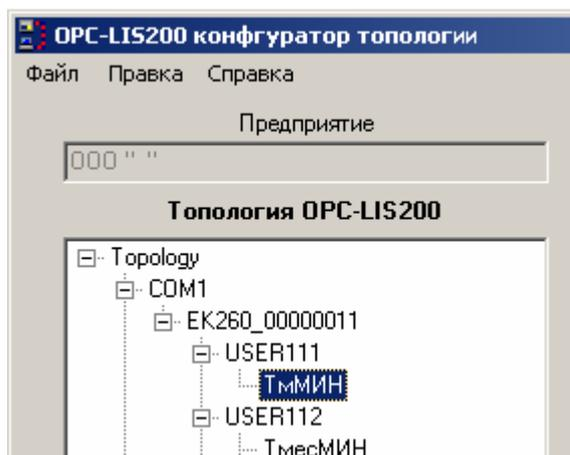

Рисунок 33
- Узел “Параметр” – объект, содержащий конфигурацию (информацию о параметре, доступном в электронном корректоре) параметра. На рис. 33 представлен фрагмент окна конфигуратора с выделенным узлом “Параметр”.